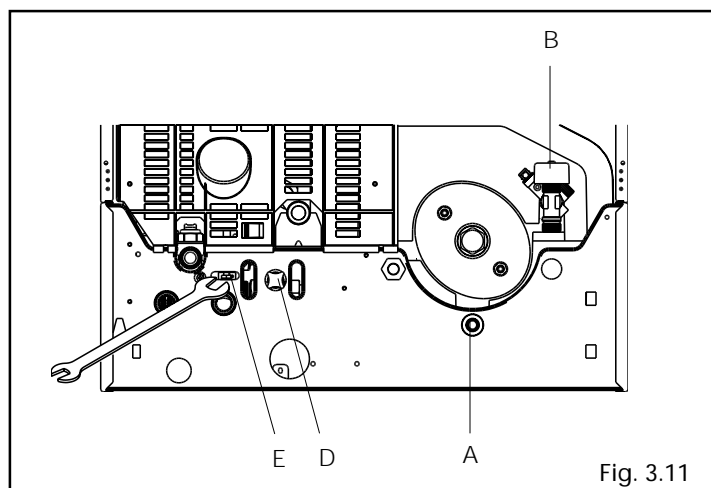

Fig. 3.11
- allentare la valvola (E) attraverso l'apertura posta sul fondo della caldaia (fig. 3.11)